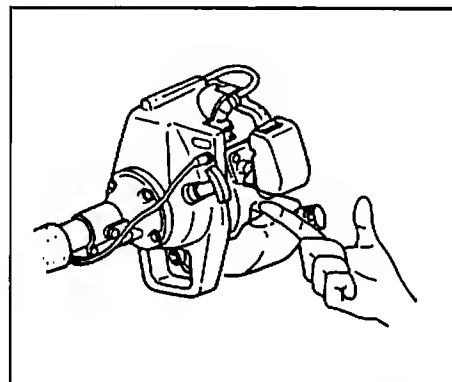
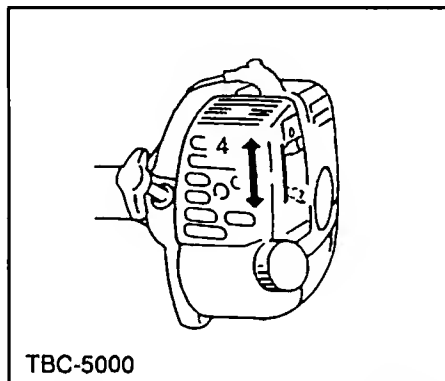

Fig. 2-2C
Fig. 2-3
1. Set stop switch (1) to ON position.
- * Push priming bulb several times so that fuel flows through bulb into carburetor. (If so equipped)(Fig. 2-2C)
2. With the safety lever (2) pressed if so equipped, pull throttle trigger and push lock button (3), then slowly release the throttle trigger first, then the safety lever. This will lock the throttle in starting position.
1. Régler le bouton d'arrêt (1) sur la position ON (marche).
- * Presser la poire d'amorçage à plusieurs reprises pour que le carburant puisse s'écouler de la poire dans le carburateur (S'il en est muni)(Fig. 2-2C)
2. Tout en appuyant sur le levier de sécurité (2) si il en est muni, tirer la manette de commande des gaz et appuyer sur le bouton de blocage (3). Relâcher ensuite lentement la manette de commande des gaz en premier, puis le levier de sécurité. Ceci bloquera le papillon de commande des gaz sur la position de départ.
1. Spostare l'interruttore di arresto (1) su ON.
- * Premere ripetutamente il bulbo della pompa di adescamento per far affluire la miscela al carburatore attraverso il bulbo (se la macchina ne è fornita). (Fig. 2-2C)
2. Premendo sul salvavita (2) se la macchina ne è fornita, tirare la leva dell'acceleratore e premere il pulsante di blocco (3), quindi rilasciare lentamente prima la leva dell'acceleratore e poi il salvavita. La leva dell'acceleratore rimane così bloccata in posizione di avviamento.
1. Den Schalter (1) auf ON stellen.
- * Die Ansaugpumpe (falls vorhanden) mehrmals betätigen, damit Kraftstoff durch die Pumpe in den Vergaser fließt. (Fig. 2-2C)
2. Bei gedrücktem Sicherheitshebel (2) falls vorhanden den Gashebel anziehen und dann den Sperrknopf (3) drücken. Danach langsam zuerst den Gashebel, dann den Sicherheitshebel loslassen. Dadurch wird die Drosselklappe in Startposition eingestellt.
1. Skjut kortslutningskontakten (1) till ON.
* Pumpa på handpumpens blåsa tills bränslet strömmar in i förgasaren om sådaufinns. (Fig. 2-2C)
2. Tryck ner säkerhetsspärren (2), om sådanfinns drag in gasreglaget och tryck ner låsknappen (3). Släpp därefter först gasreglaget och sedan säkerhetsspärren. Nu är gasreglaget spärrat i startläge.
1. Poner el interruptor de parada (1) en posición activada ON.
* Empujar varias veces el bulbo cebador de manera que el combustible fluya a través del bulbo hacia el carburador. (Si está provista)(Fig. 2-2C)
2. Con la palanca de seguridad (2) presionada si está provista, tirar de la palanquita del acelerador y empujar el botón de bloqueo (3), soltar después lentamente el acelerador. Se bloqueará así el acelerador en la posición de arranque.
- (En) 3. Set choke lever to **CLOSED** position (4). (Fig. 2-3, 3B)
- (Fr) 3. Régler la manette d'étranglement sur la position **CLOSED** (4). (Fig. 2-3, 3B)
- (It) 3. Chiudere l'aria portando la leva nella posizione **CLOSED** (4). (Fig. 2-3, 3B)
- (Ge) 3. Den Choke in Schließstellung **CLOSED** schieben (4). (Fig. 2-3, 3B)
3. Poner la palanca del estrangulador en la posición cerrada CLOSED (4). (Fig. 2-3, 3B)
3. Skjut chokereglaget till stängt läge CLOSED (4). (Fig. 2-3, 3B)